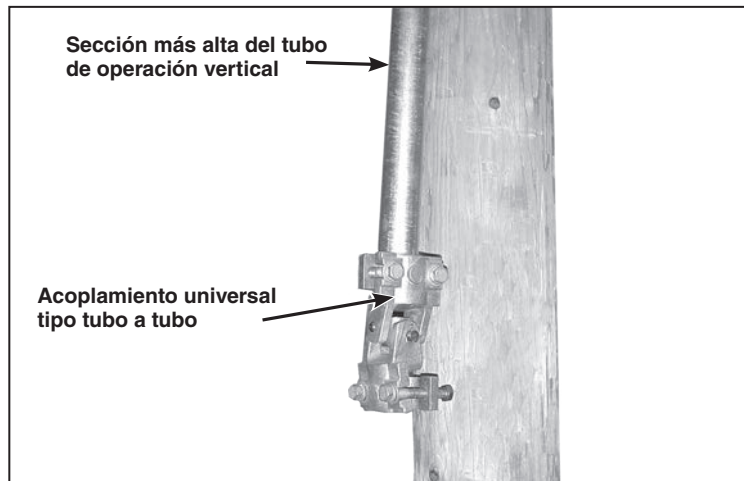

Figura 16. Colocación de acoplamiento tipo universal tubo a tubo en el extremo inferior del tubo de operación vertical.
**PASO 14.** Sujete un acoplamiento tipo universal tubo a tubo en el extremo inferior de la sección más alta del tubo de operación vertical. Ver Figura 16. Saque el tornillo perforante de sujeción fuera del cuerpo del tubo antes de apretar los tornillos de la abrazadera del acoplamiento.